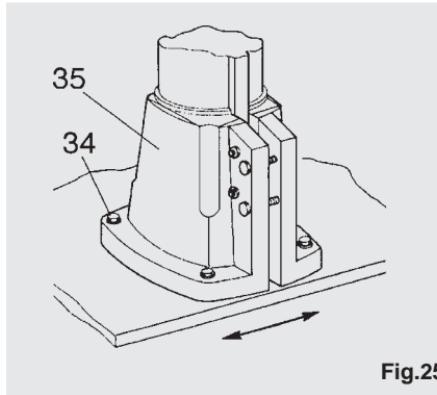

Fig.25
Hvis skævheden ikke kan rettes op med justeringsskruerne, skal man løsne boltene (34) i basis (35) og dreje basis en smule (se fig. 25).